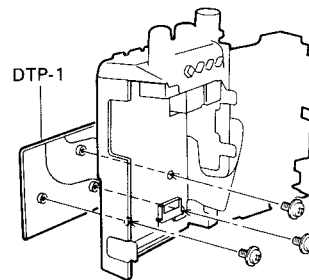

Fig. 4
6. Faire traverser le câble plat du DTP-1 et serrer les trois vis. (Fig.4)